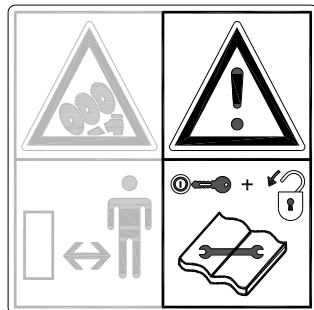
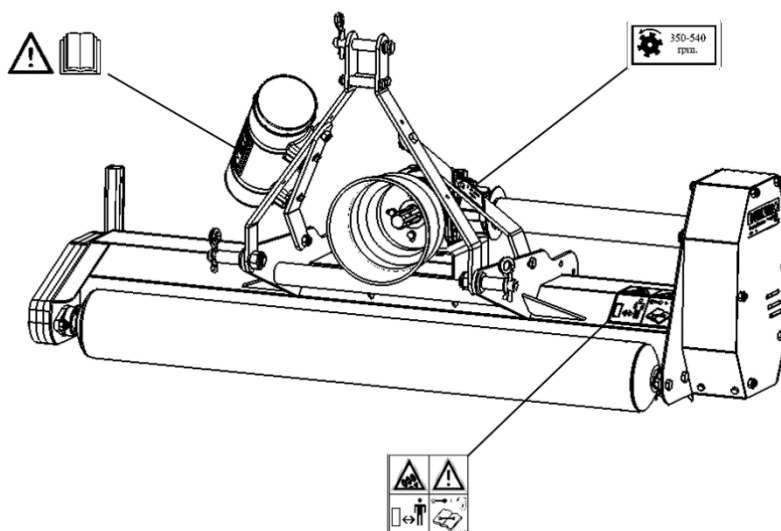

Fig. 3
Fig. 6
Durante i lavori di manutenzione, regolazione e riparazione, **spegnere sempre il motore del trattore, togliere la chiavetta d'accensione dal contatto e staccare sempre la presa di forza PTO.** (Fig. 3)
Su della Verti-Cut sono presenti (Fig. 6) adesivi di sicurezza (Fig. 3,4,5) con un significato simile. Questi adesivi di sicurezza devono essere sempre ben visibili e leggibili, e, se danneggiati, devono essere sostituiti.
- (7) Posizione degli adesivi di sicurezza. (Fig. 6)